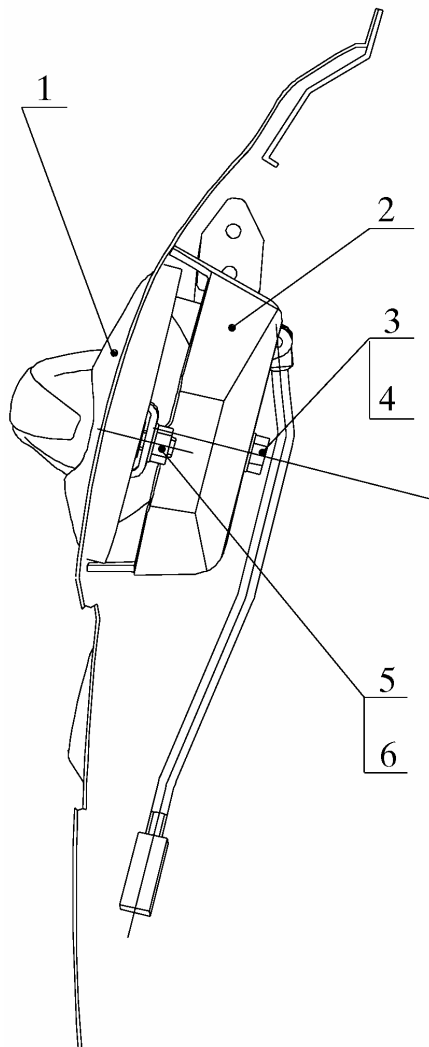

Рис. 17. Снятие ручки наружной передней двери:
4.1.9. Снять ручку 1 (рис. 17) наружную переднюю дверь левую, отвинтив гайку 5 с шайбой 6 и болт 3 с шайбой 4, сняв скобу 2 крепления ручки левой (головка 10, удлинитель и вороток из комплекта ключей типа 2336М-1 ГАРО).